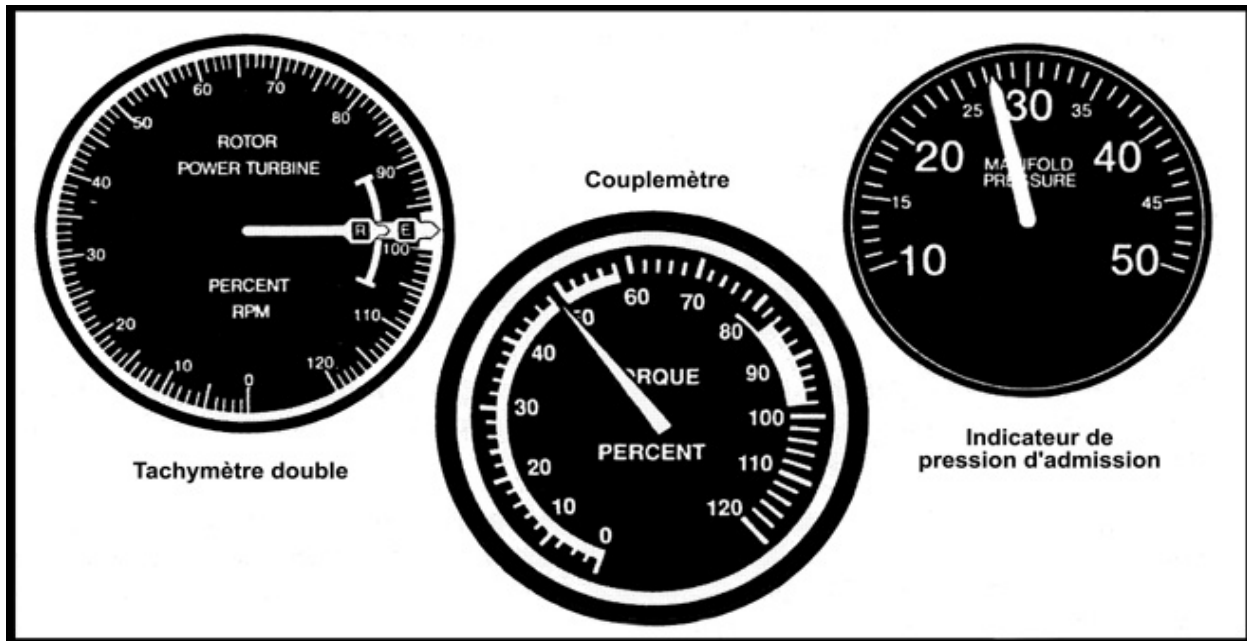

Figure 1-2 Les instruments du moteur
- 1) **LE TACHYMÈTRE DOUBLE.** Cet instrument comporte deux aiguilles dont l'une indique le régime du moteur et l'autre le nombre de tours par minute (t/min) du rotor. Pendant la phase propulsée de vol, les aiguilles sont jointes ou « mariées »; en autorotation les aiguilles se séparent. Le tachymètre double du moteur d'un hélicoptère à turbine indique un pourcentage, 100 p. cent étant le régime d'utilisation normale. (Figure 1-2)